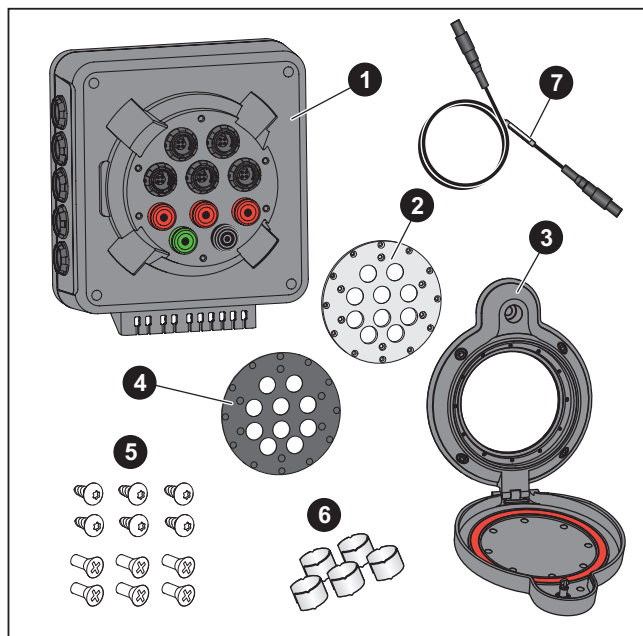

Abbildung 1. PQ Window Teile
Packen Sie das Produkt nach der Lieferung aus. Siehe Abbildung 1. Stellen Sie sicher, dass alle Teile enthalten sind:
4. Bringen Sie bei den Strommessleitungen die Kabelmarkierung 1 aus dem Satz (siehe Abbildung 1, Position 6) an beiden Enden des Kabels für Phase A/L1 an. Fahren Sie mit Markierung 2 für Phase B/L2 und Markierung 3 für Phase C/L3 sowie N und Erde/Masse fort.